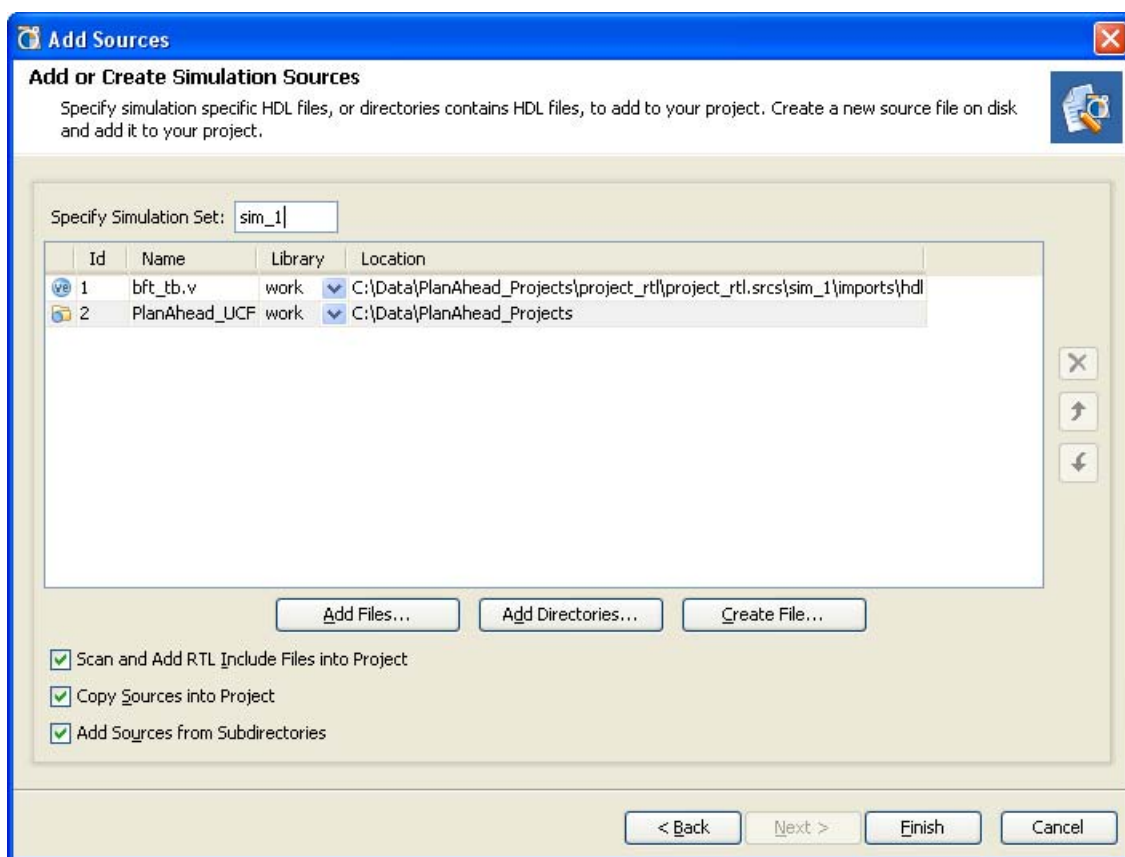

図 3-23 : [Add or Create Simulation Sources] ページ
2. [Add or Create Simulation Sources] をオンにし、[Next] をクリックします。74 ページの図 3-23 に示す [Add or Create Simulation Sources] ページが表示されます。